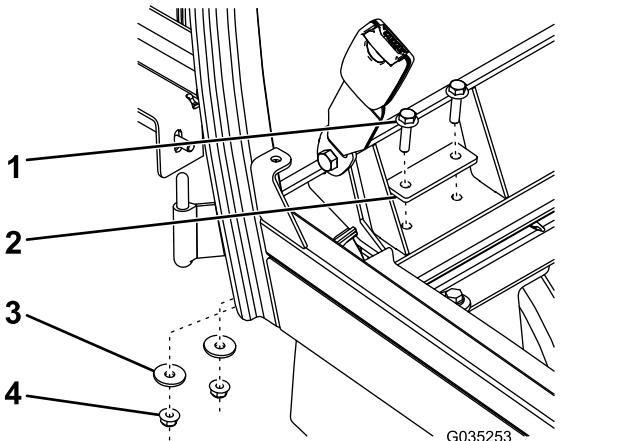

Figura 13
- Prenda a parte posterior da estrutura da cabina aos suportes esquerdo e direito utilizando quatro parafusos de cabeça flangeada (5/16 pol. x $1\frac{1}{4}$ pol.), duas placas de suporte, quatro anilhas de cabeça chata e quatro porcas flangeadas (5/16 pol.) como se mostra na Figura 13.